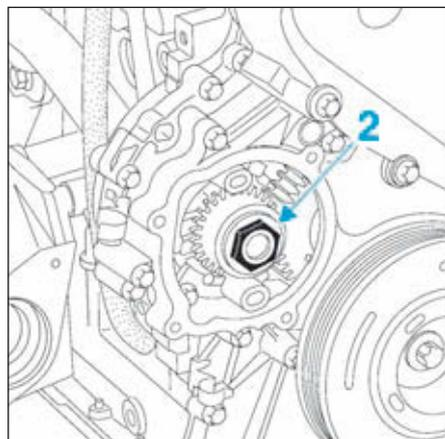

FIG.130
- Immobiliser le volant moteur, puis desserrer de quelques tours l'écrou (2) de la pompe à eau (Fig.130).